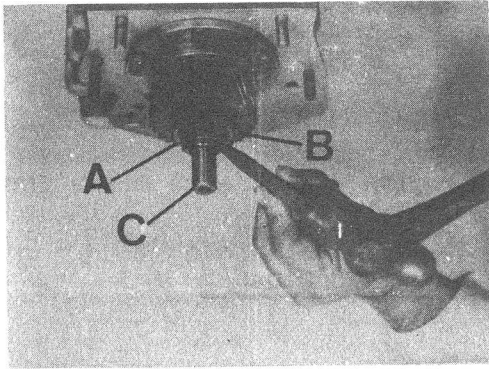

Fig. C1-98 Montaje tuerca engranaje de transferencia
- 3.3.5. Frenar la tuerca de retenida, A (Fig. C1-98) del engranaje de transferencia, embutiendo la pestaña de la misma en la canal que el eje principal dispone en su rosca.